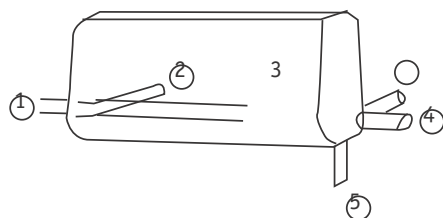

Рисунок 1
- Трубные линии могут подводиться к одному из 5 направлений (см. рис. 1) через заглушки в корпусе блока.